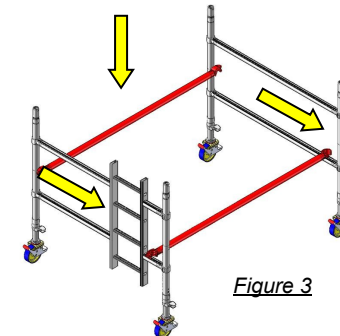

Figure 3
2. Positionner les deux cadres comme sur le schéma ci-contre (cf. *Figure 3*).